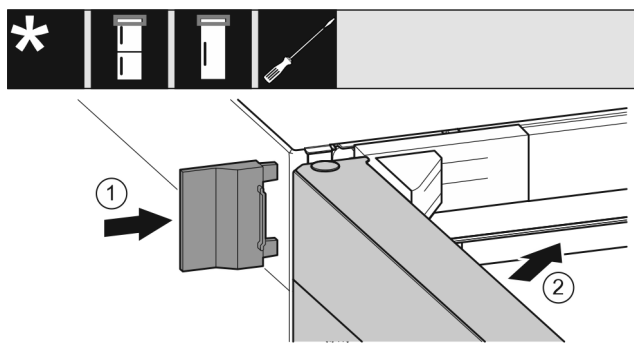

Fig. 20
- Nasuňte vonkajší kryt. Fig. 20 (1)
- Zatvorte horné dvere. Fig. 20 (2)